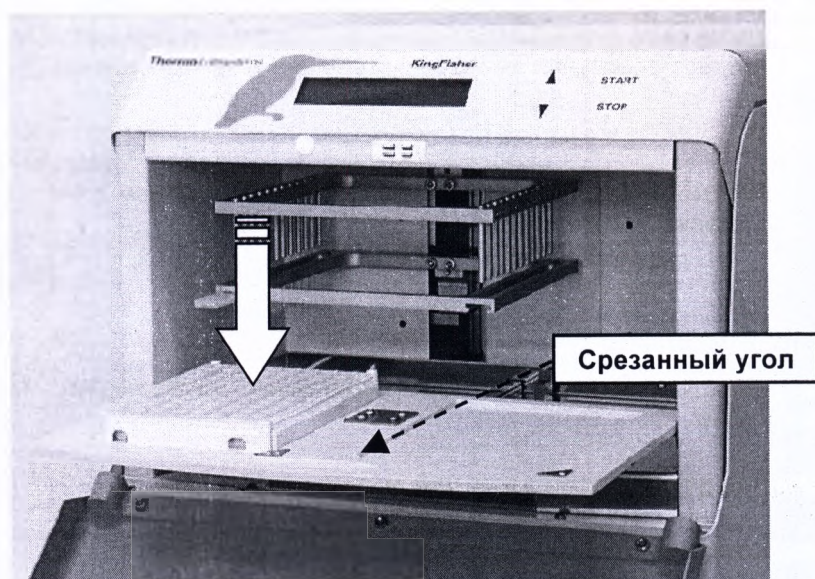
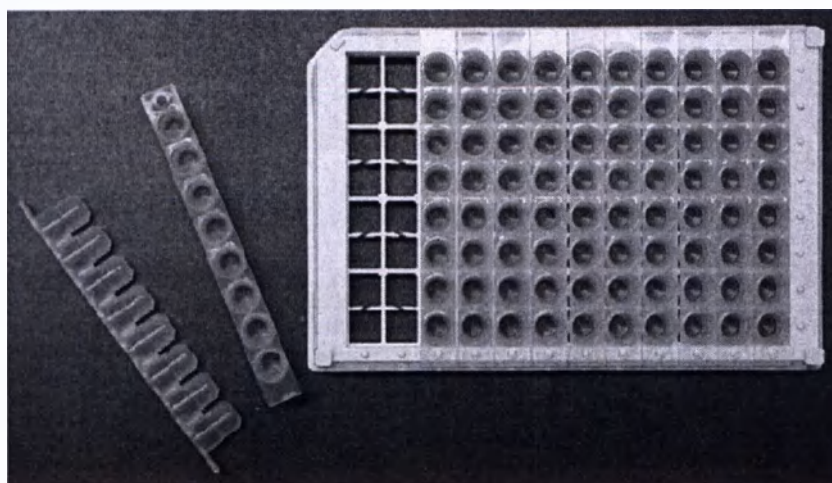

Рис. 6.2 Загрузка планшета в планшетодержатель
Рис. 6.5 Планшет, состоящий из микрострипов, специально разработанный для KingFisher
- Прежде всего, выдвиньте планшетодержатель (Рис. 6.2)
- За один раз загружайте максимум два специальных планшета для KingFisher (Рис.6.5). Планшеты необходимо установить так, чтобы срезанные углы находились слева внизу (Рис.6.2). Кроме того, они должны находиться на своих местах. Полностью задвиньте планшетодержатель обратно.